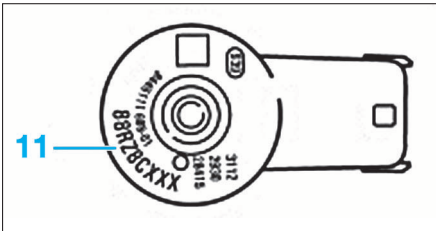

FIG. 19
- remplacer les bagues d'étanchéité (10) sur le carter d'arbre à cames et joints cuivres sur les injecteurs.
Si l'un des injecteurs est échangé par un neuf, il sera nécessaire de programmer le code "IMA" (11) (Fig.19) dans le calculateur de gestion moteur à l'aide de l'appareil de diagnostic. Ce code correspond à des corrections pour uniformiser les quantités de carburant injectées.